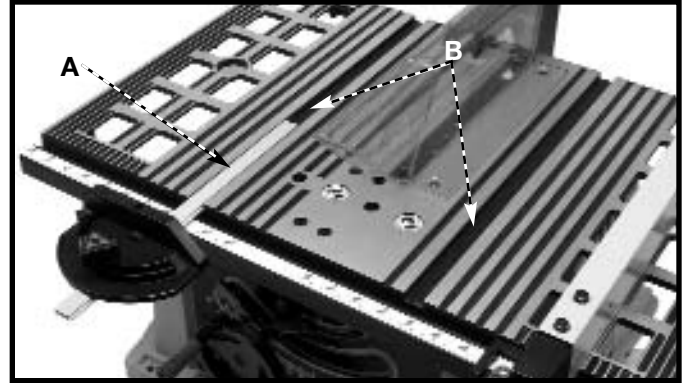

Fig. 18
La jauge à onglet est expédiée assemblée et avec une barre à rainure en T (A, fig. 18) insérée dans l'une des deux rainures de la jauge à onglet à rainure à T (B) qui se trouvent dans le dessus de la table. La rainure à T empêche la jauge à onglet de tomber lorsqu'elle sort de l'avant de la table lors du tronçonnage de pièces très larges.